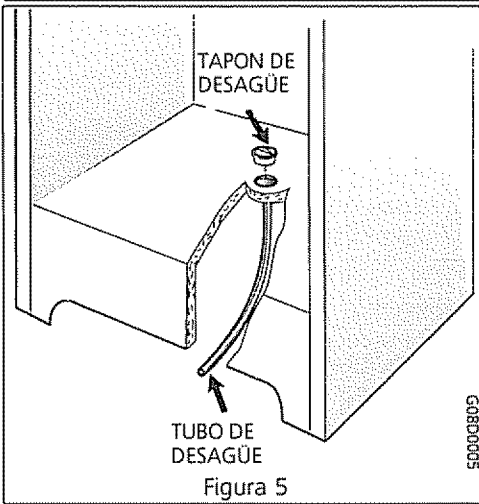

Figura 5
- En los modelos verticales equipados con un desagüe de descongelación (Figura 5), saque la tapa del desagüe situada en el piso del congelador, tirándola derecho hacia arriba. El tubo de desagüe se encuentra cerca del centro izquierdo bajo el congelador, detrás del panel inferior. Coloque una bandeja colectora debajo del tubo del desagüe. El agua de la descongelación saldrá hacia afuera. Revise la bandeja ocasionalmente para que el agua no rebese. Vuelva a colocar la tapa del desagüe cuando se haya completado la descongelación y limpieza. Si el desagüe se deja abierto, entrará aire caliente al congelador.